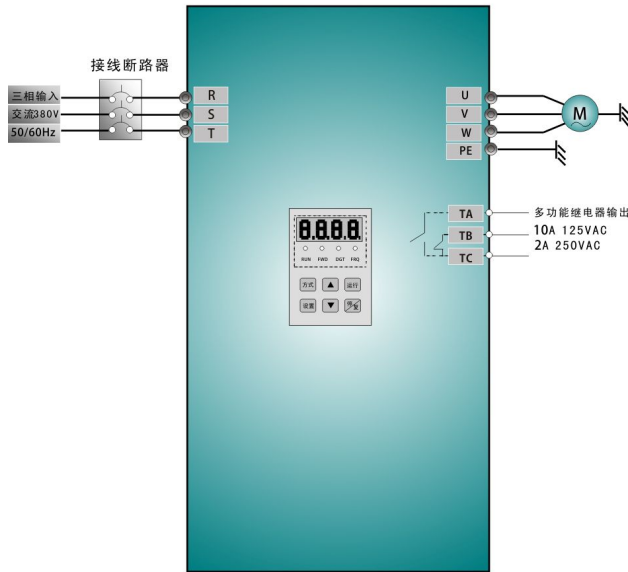

图 4-1 接线图 1
(1) 按图 4-1 配线，检查接线正确后，合上空气开关，变频器上电；
(2) 按方式键，进入编程菜单。
(3) 进行电机参数测量；操作步骤与例 1 完全相同。
(4) 设置变频器的功能参数：
① 进入 F132 参数，设置为 1，选择控制面板点动
② 进入 F106 参数，设置为 0，控制方式选择无速度传感器矢量控制；
③ 进入 F200 参数，设置为 0，选择操作控制面板运行命令控制方式；
④ 进入 F124 参数，设置点动运行频率为 5.00Hz；
⑤ 进入 F125 参数，设置点动加速时间为 30s；
⑥ 进入 F126 参数，设置点动减速时间为 30s；
⑦ 进入 F202 参数，设置为 0，选择正转锁定。